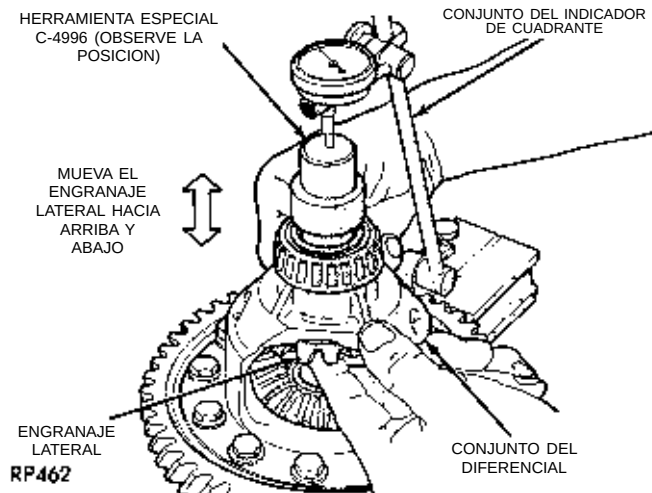
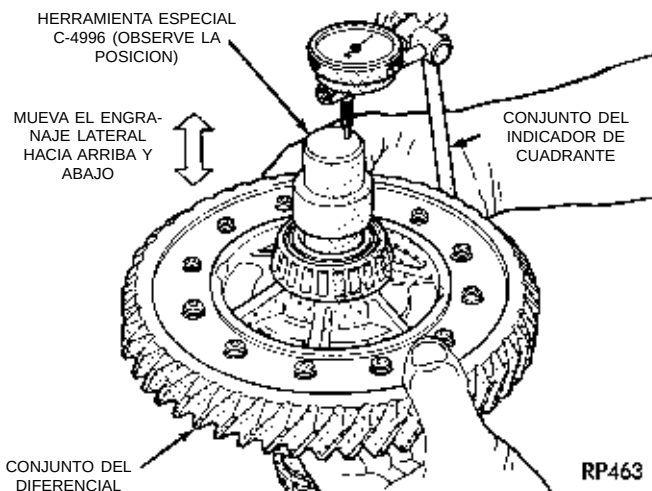

Fig. 115 Verificación del juego longitudinal del engranaje lateral (Característico)
Fig. 116 Verificación del juego longitudinal del engranaje lateral (Característico)
(4) Gire el conjunto dos vueltas completas tanto hacia la derecha como hacia la izquierda.
(5) Instale el indicador de cuadrante como se muestra en la figura y registre el juego longitudinal (Fig. 115) (Fig. 116). Gire el engranaje lateral 90 grados y registre otra vez el juego longitudinal. Gire